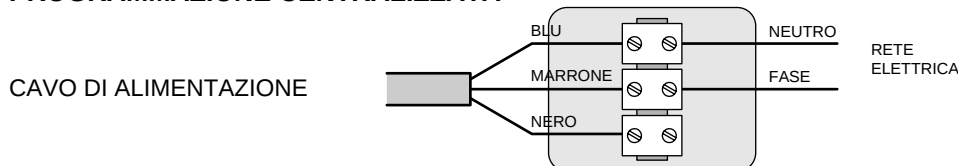

Fig. 10
- Togliere l'alimentazione della rete elettrica e collegare il cavo di alimentazione alla scatola di alimentazione vedi fig. 10, filo blu = neutro, filo marrone = fase, filo nero = filo pilota (comando centralizzato).